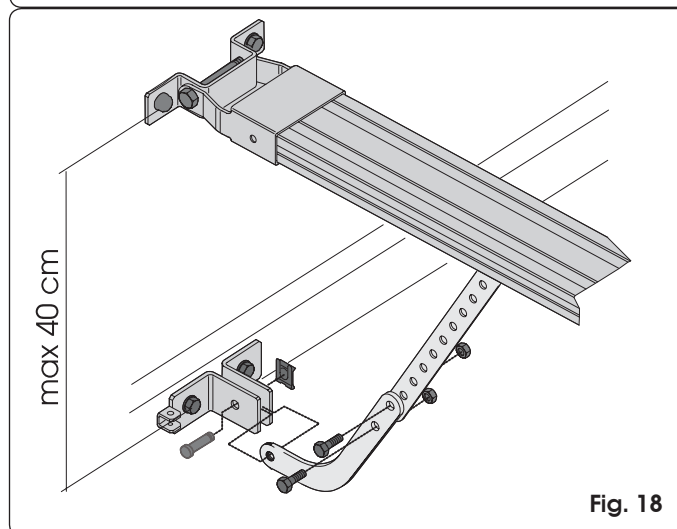

Fig. 18
- Si se utiliza el brazo curvado para puertas seccionales (opcional) realice el ensamblaje con el brazo recto del carro, tal y como se indica en la Fig. 18. Para mejorar la eficiencia del sistema antiplastamiento, se aconseja fijar el empalme en la puerta seccional lo más bajo posible, pero sin superar la distancia de 40 cm del empalme anterior del operador.